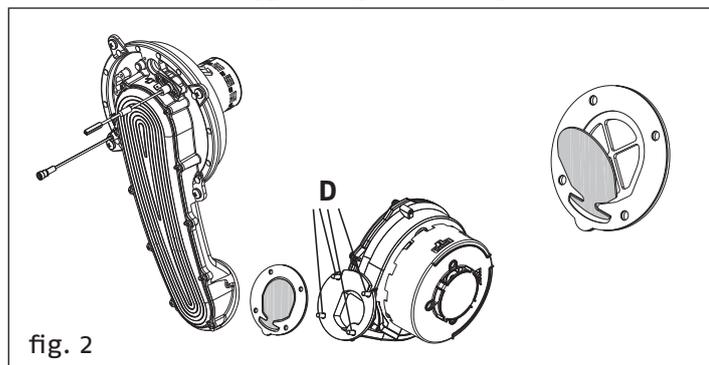

fig. 2
- Per accedere alla valvola clapet, rimuovere il ventilatore svitando le 4 viti di fissaggio (D, fig. 2) al convogliatore.
- Assemblare di nuovo i componenti procedendo in senso inverso, assicurandosi che valvola clapet venga rimontata nel verso corretto (vedi fig. 2).
In caso di rimozione del ventilatore assicurarsi che la valvola clapet venga rimontata nel verso corretto (vedi fig. 2).